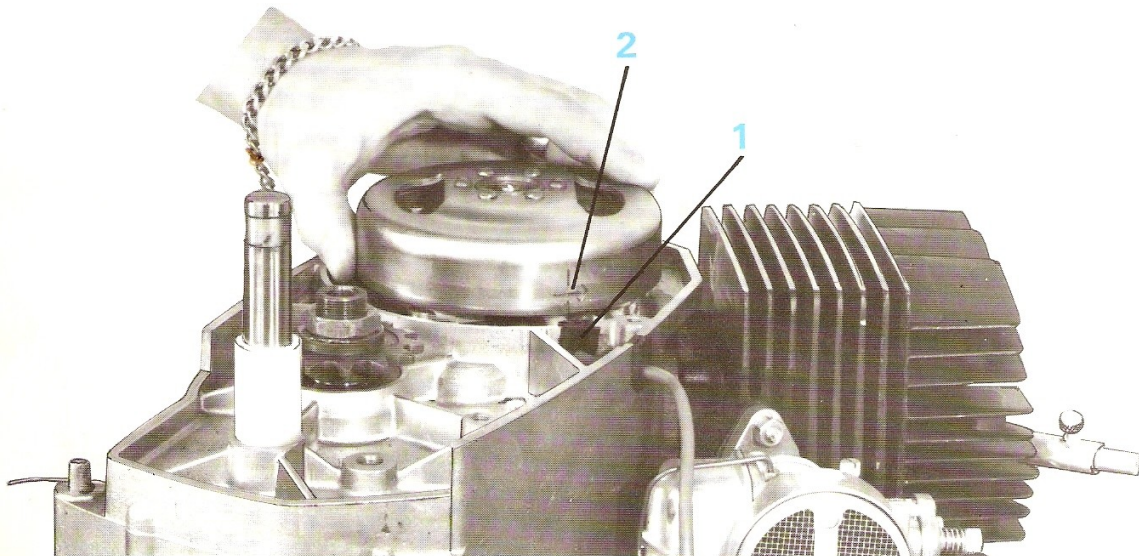

Figure 13
- Sans déplacer le piston, désolidariser le rotor du cône de vilebrequin et amener les repères du rotor (2) et du stator (1) en regard (figure 13).